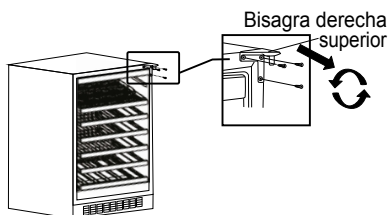

Figura 3
3. Quite los tres tornillos que sujetan la bisagra derecha superior a la parte superior del armario. (Consulte la Figura 3).